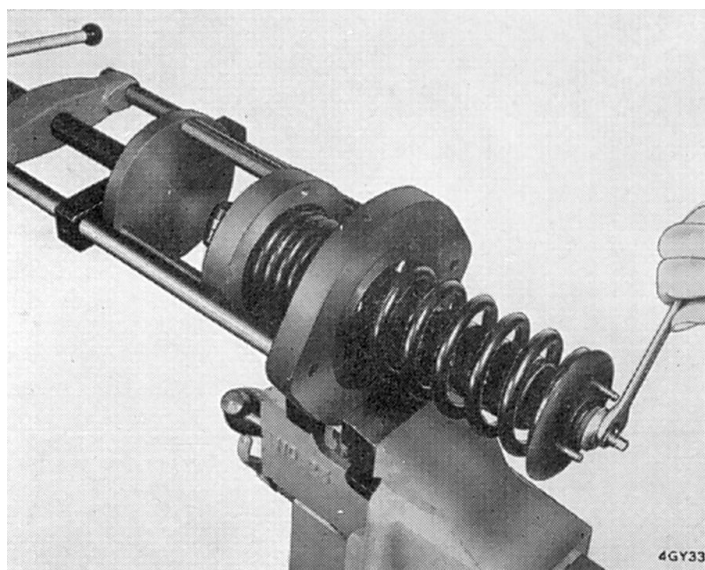

Fig. 29. Utilisation de la presse S.4221A et de l'adaptateur S.4221A-5 pour comprimer le ressort de suspension
2. Au moyen d'un compresseur, comprimer le ressort juste assez pour que le ressort ne porte plus contre les écrous supérieurs de l'amortisseur (Fig. 29).
3. Enlever le contre-écrou (1), l'écrou (2), la rondelle (3) et le coussinet de caoutchouc (5) du haut de l'amortisseur.
5. Retirer l'amortisseur (11) de la cuvette supérieure du ressort (7) et le ressort de suspension (10).
6. Enlever la cuvette inférieure du ressort (12) et les demi-colliers (13) de l'amortisseur (type Woodhead-Monroe uniquement).